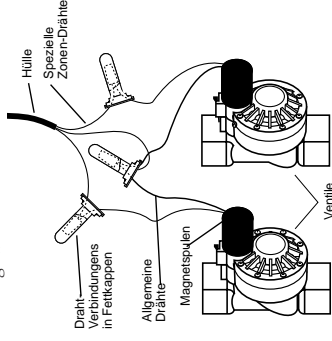

Abb. 25: Anschluss des Controllerkabels an den Ventilen
- Jedes Ventil ist mit zwei Kabeln ausgestattet. Das eine Kabel wird als gemeinsame Leitung verkabelt. Die gemeinsamen Leitungen für alle Ventile können zusammen an einem zum Controller führenden gemeinsamen Kabel angeschlossen werden. Das andere Ventilkabel wird an dem speziellen Stationskabel angeschlossen, das dieses Ventil steuert (siehe Abb. 25).